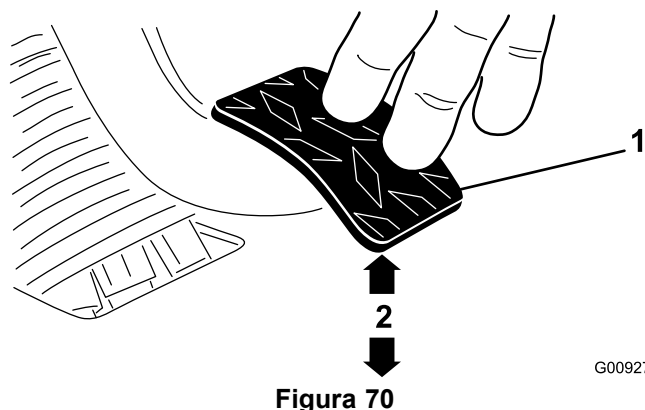

Figura 70
3. Regolate i controdadi e/o il giunto a sfera finché, quando applicate una forza di 1,8 kg sul pedale, il bordo posteriore del pedale della frizione non si trova a  $9,5 \text{ cm} \pm 3 \text{ mm}$  dalla parte superiore della pedana a rombi (Figura 70).